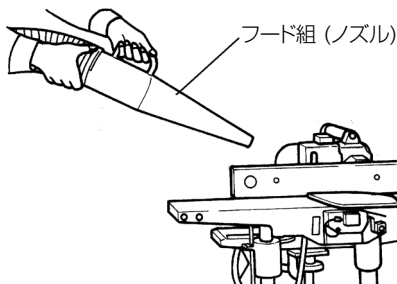

図 14
- (2) スイッチを入れ、フード組（ノズル）の取手を持ち、ブロワ作業を行ないます。（図 14）